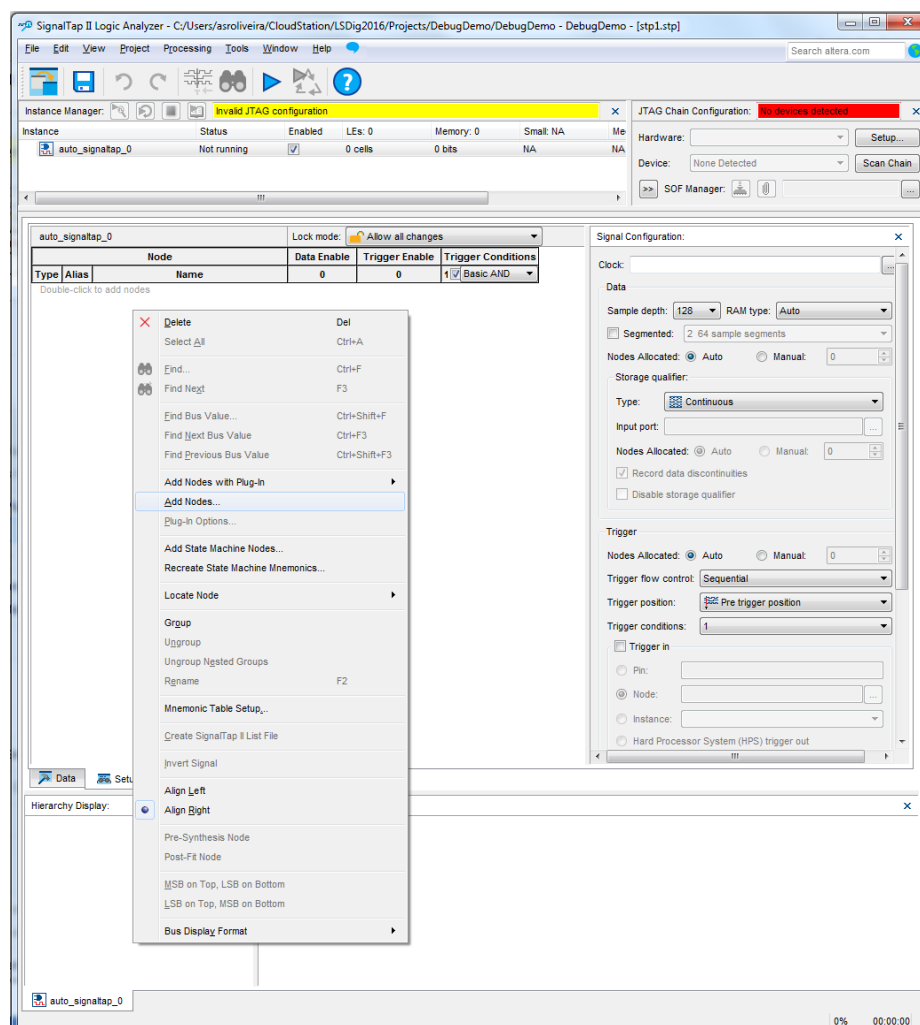
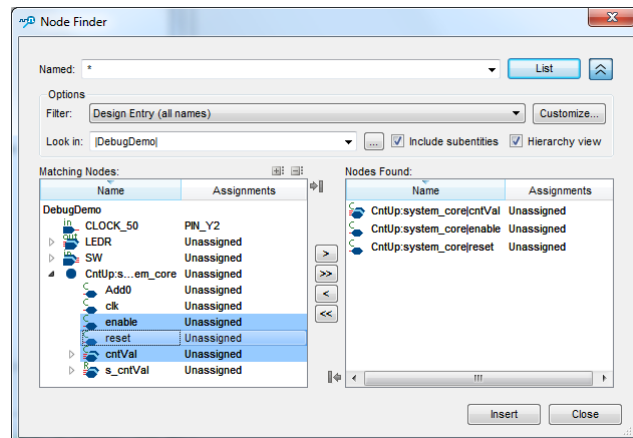

Figura 21 – Aspeto inicial da aplicação “SignalTap II Logic Analyser”.
Figura 22 – Portos do contador seleccionados (“reset”, “enable” e “cntVal”).
3. Após a criação do ficheiro do tipo *SignalTap II Logic Analyser File* é apresentada a aplicação da Figura 21, onde devem ser especificados os sinais que se pretende capturar e visualizar, o sinal de *clock* usado para estabelecer a frequência de amostragem dos sinais, o número de amostras capturadas e as condições que disparam a amostragem. A configuração destes parâmetros vai ser descrita nos próximos pontos.
4. O primeiro passo é a adição dos nodos (sinais e portas) do sistema que se pretende capturar. Para tal, deve ser seleccionada a opção “Add Nodes...” do menu acessível com o botão direito do rato na área “Setup” mostrada na Figura 21. Os portos a seleccionar para captura e visualização no analisador lógico são os apresentados na Figura 22. Selecione a opção “Design Entry (all names)” no parâmetro “Filter”.